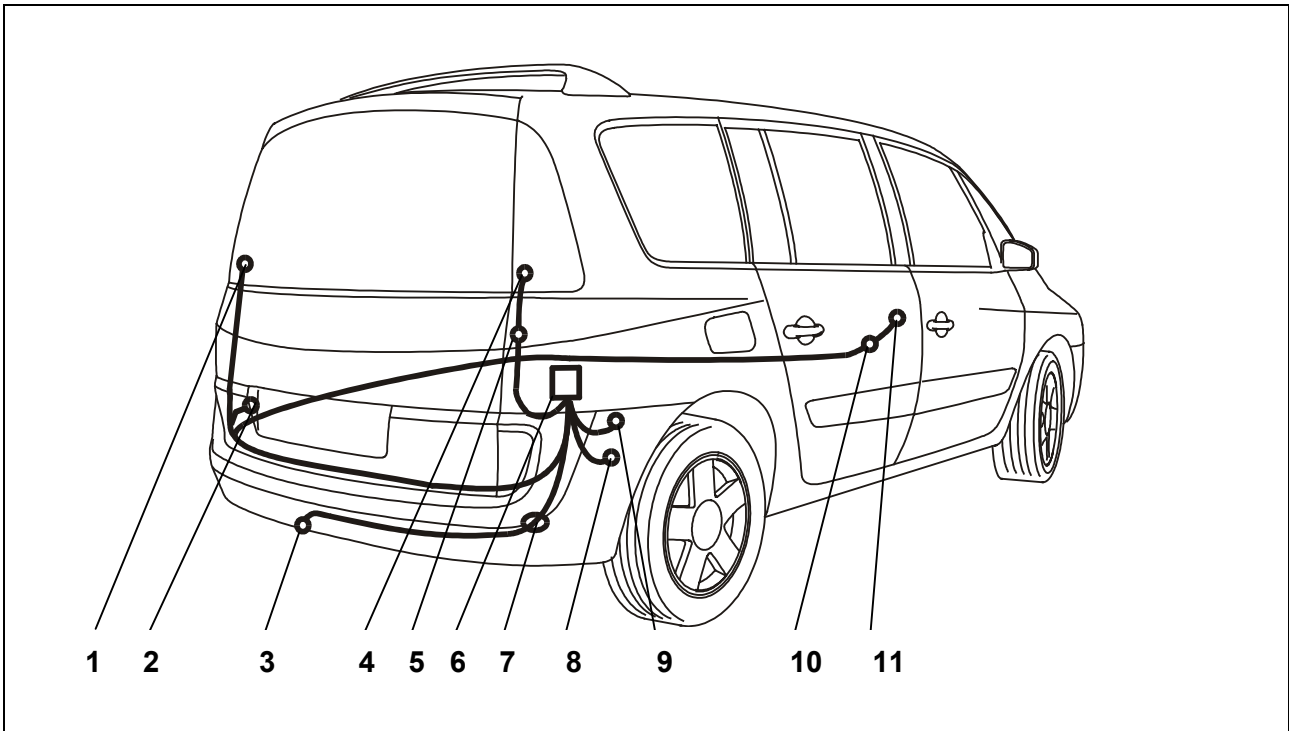

Abb. 1: Einbauübersicht
3. Bei Fahrzeugen mit EPH neben vorhandener Kabeldurchführung im Heckbereich an geeigneter Stelle (Abb. 1/7) ein 19 mm Loch für die Kabel-Durchführung einbringen.
Bei Fahrzeugen ohne EPH hinten rechts im Heckbereich vorhandene Kabel-Durchführung (Abb. 1/7) nutzen.
4. Das Steckdosenende des Leitungsstranges durch die Kabel-Durchführung, ausgehend vom Kofferraum, nach außen zum Steckdosenhalteblech (Abb. 1/3) verlegen.
5. Die Gummitülle aufziehen und in die Kabel-Durchführung (Abb. 1/7) einsetzen.
6. Steckdosendichtung aufziehen und den Leitungsstrang gemäß der *Steckdosenbelegung* am Steckdosengehäuse (Abb. 1/3) anschließen und die Gummidichtung an die Steckdose heranschieben.
7. Die Steckdose mit den beiliegenden Schrauben und Muttern am Steckdosenhalteblech (Abb. 1/3) festschrauben.
9. Das Leitungsende mit der grau/roten Leitung und den 5-fachen Steckgehäusen zur rechten Rückleuchte (Abb. 1/4) verlegen.
11. Das Leitungsende mit der grau/schwarzen Leitung entlang dem Heckabschlussblech zur linken Rückleuchte (Abb. 1/1) verlegen.